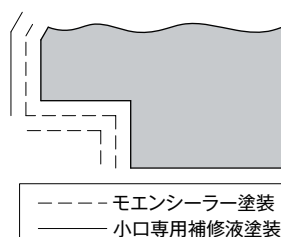

図4 モエン加工部の補修塗装
▶乾燥後、モエン出隅側端部切断面及び面取り加工面に小口専用補修液を、合いじゃくり加工部にモエンシーラーを塗布する。(図4参照)